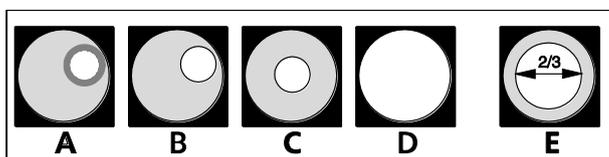
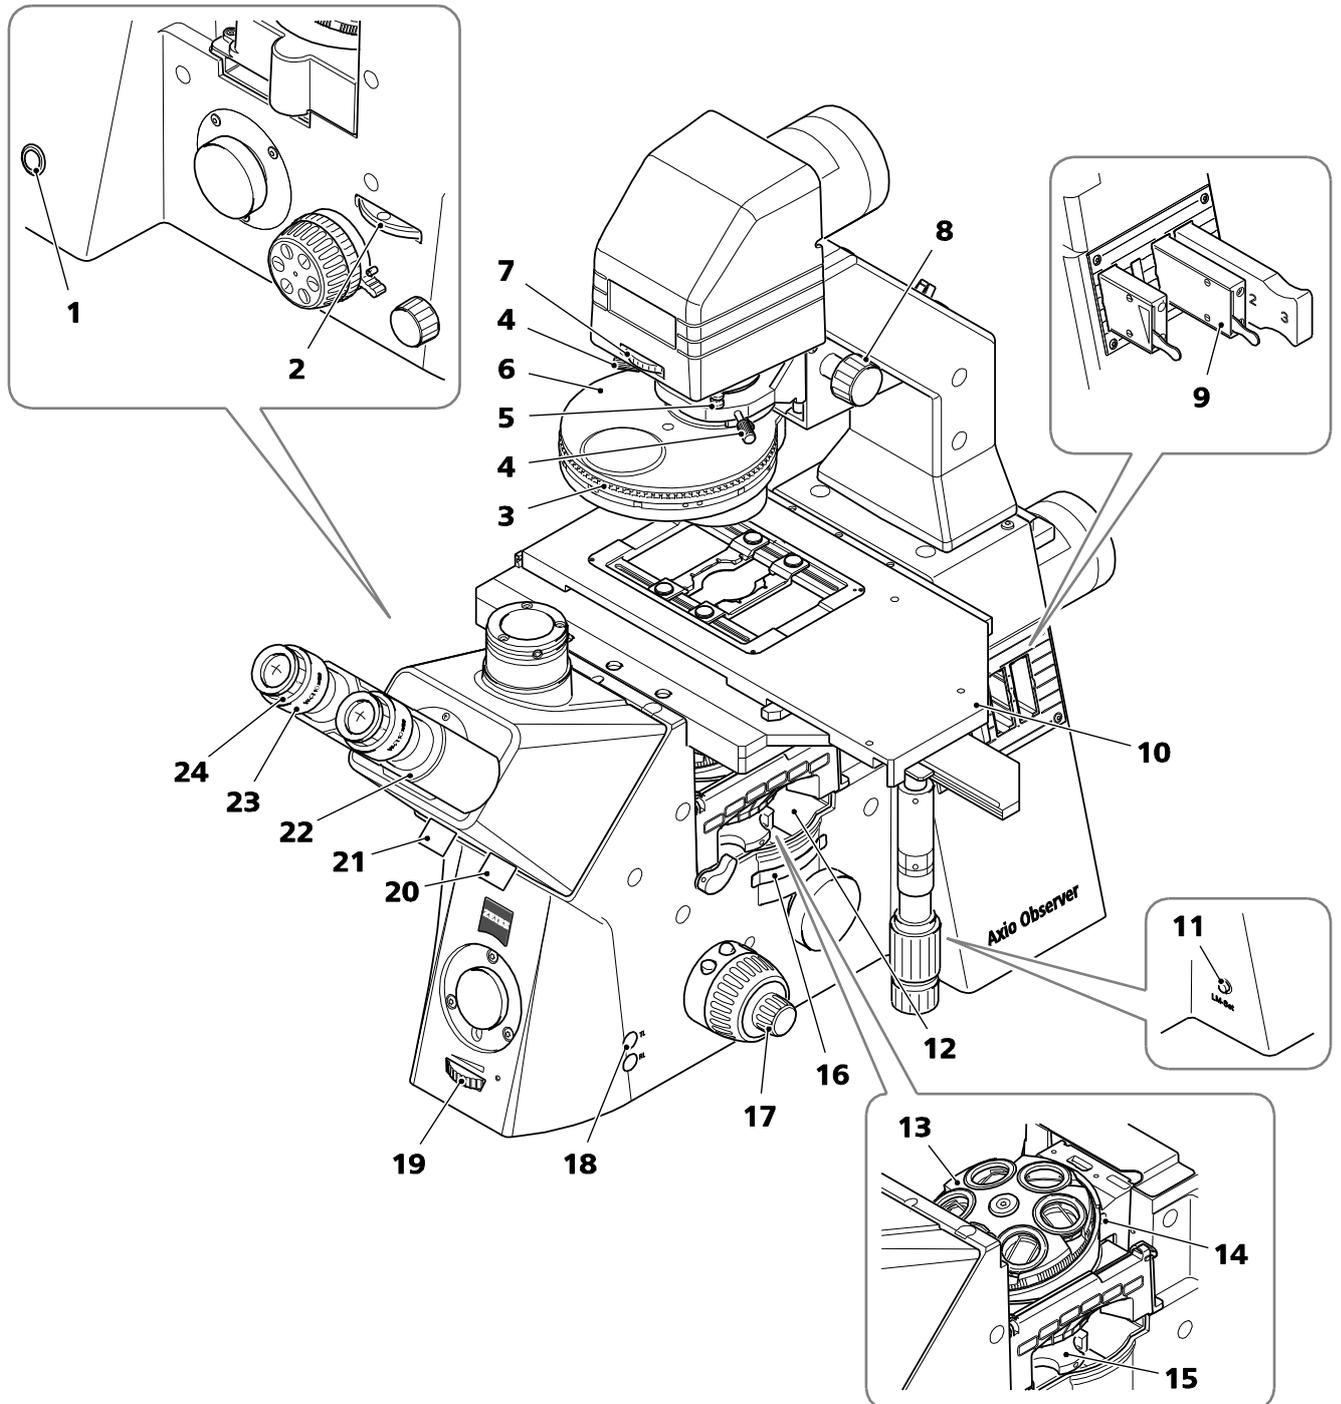

Fig. 82 Réglages du diaphragme en lumière transmise sur champ clair selon le principe d'illumination de KÖHLER
Fig. 83 Axio Observer 5
- Préparer le microscope et l'allumer conformément au chapitre 4 (Fig. 83/1).
- Choisir l'objectif présentant le grossissement le plus faible (par ex. objectif 10x - anneau jaune) sur la tourelle porte-objectifs (Fig. 83/13) ; s'assurer qu'il s'enclenche correctement. Régler le facteur 1x sur la molette de sélection (Fig. 83/16) de la tourelle Optovar.
- Ouvrir complètement le diaphragme en champ lumineux en tournant vers la gauche la commande du diaphragme du champ lumineux (Fig. 83/7) sur le support utilisé pour l'éclairage en la lumière transmise.
- Tourner la bague de réglage de la tourelle porte-condenseur (Fig. 83/3) pour la placer en position **H** pour le champ clair (si H n'est pas disponible, en position **DIC**).
- Si nécessaire, retirer le curseur d'analyseur de l'emplacement (Fig. 83/12) ou bien le placer en position ouverte. S'assurer qu'il s'enclenche correctement.
- Tourner la molette de sélection du port latéral (Fig. 83/2) en position 100 % vis (visuel).
- Régler le rapport de dédoublement du faisceau à 100 % vis (Fig. 83/20) sur le (photo)tube binoculaire. Retirer la lentille de Bertrand du chemin optique (le cas échéant). Pour ce faire, déplacer le bouton rotatif / coulissant (Fig. 83/21) en position 100 % vis.
- Faire pivoter le changeur de filtre à 3 positions (Fig. 83/5) en dehors du chemin optique.
- Placer un échantillon à contraste élevé sur la platine du microscope (Fig. 83/10).
- Faire correspondre la distance entre les oculaires (distance interpupillaire) à la distance interpupillaire de l'utilisateur : Pour ce faire, séparer ou pousser ensemble l'élément binoculaire (Fig. 83/22) du tube.
- Régler le point zéro de correction de l'amétropie à l'aide de la bague de réglage (Fig. 83/24) des oculaires (Fig. 83/23) :
- Utiliser la commande de mise au point rapide/précise (Fig. 83/17) pour effectuer la mise au point sur les détails sélectionnés de l'échantillon. Si aucune lumière n'est visible dans les oculaires, vérifier que la lumière est émise à partir du boîtier du dispositif d'éclairage halogène. Si aucune lumière n'est émise, allumer le dispositif d'éclairage halogène en appuyant sur le bouton TL (Fig. 83/18).
- Régler l'intensité lumineuse à un niveau confortable à l'aide de la molette de réglage de l'éclairage (Fig. 83/19).
- Fermer le diaphragme en champ lumineux (Fig. 83/7) jusqu'à ce qu'il soit visible dans le champ de vision (pas nécessairement dans le foyer) (Fig. 82/A).
- Faire la mise au point sur le bord du diaphragme de champ lumineux (Fig. 82/B) en réglant la hauteur du condenseur (Fig. 83/8).
- Centrer (Fig. 82/C) le diaphragme du champ lumineux à l'aide des vis de centrage (Fig. 83/4) et l'ouvrir jusqu'à ce que le bord du diaphragme disparaisse du champ de vision (Fig. 82/D).
- Pour régler le diaphragme de l'ouverture, retirer un oculaire du tube de l'oculaire et régler le diaphragme de l'ouverture à environ 2/3 du diamètre de la pupille de sortie de l'oculaire (Fig. 82/E).
Légende pour Fig. 83 :